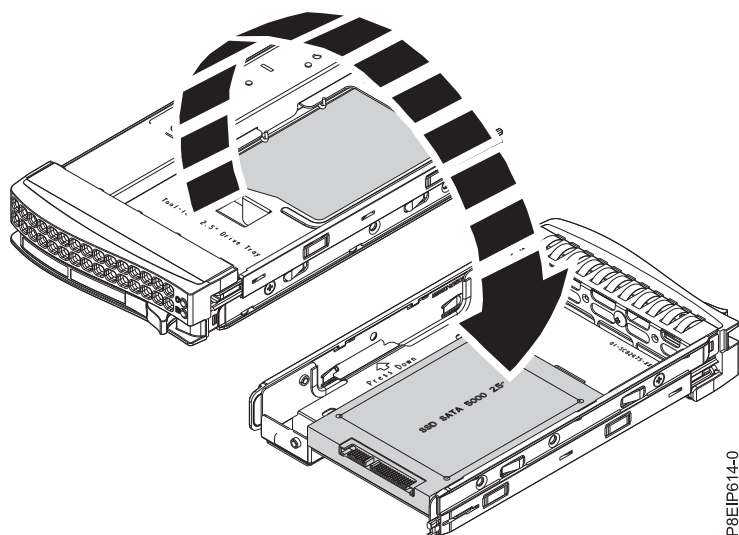

Figura 11. Virando a bandeja de 2,5 polegadas de cabeça para baixo
- a. Vire a bandeja de cabeça para baixo conforme mostrado na Figura 11 na página 13.